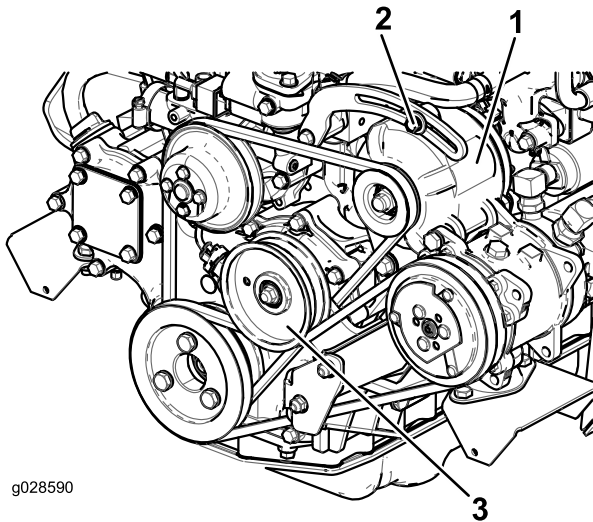

図 65
100 運転時間ごとにベルト 図 65 の劣化状態および張り具合を点検してください。
2. たわみが 10mm でない場合には、オルタネータ取り付けボルトをゆるめる 図 65。適当な張りに調整してボルトを締める。ベルトのたわみが適切に調整されたことを確認する。